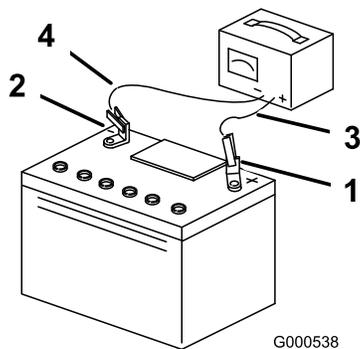

Figura 43
3. Quando la batteria è completamente carica, staccate il caricabatterie dalla presa elettrica e scollegate i cavi di ricarica dai poli della batteria (Figura 43).